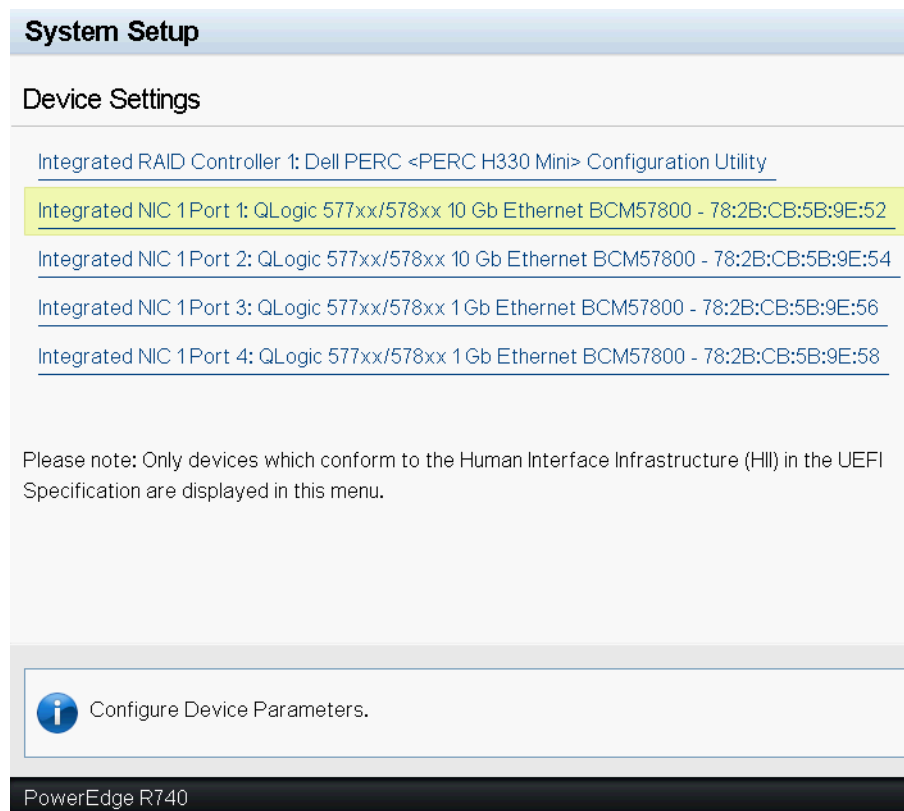

Figura 6-3. Device Settings (Configurações de dispositivo)
3. Selecione o dispositivo no qual deseja alterar as configurações do MBA (consulte a Figura 6-3).